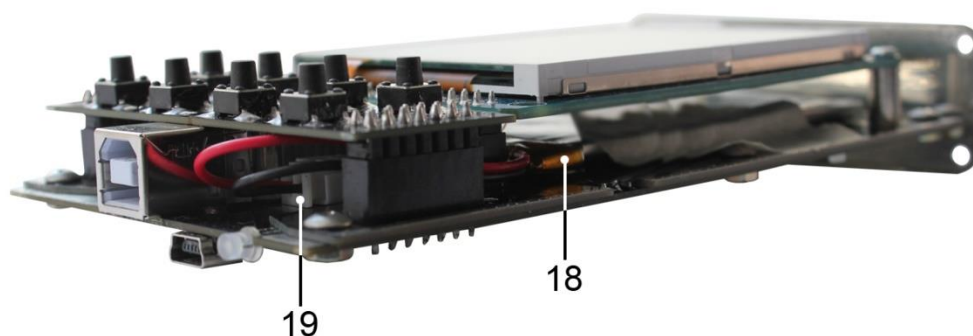

Рисунок 11.3 – Замена аккумулятора
11.3.6. Аккумулятор (18) находится на шасси под модулем экрана и закреплен двухсторонним скотчем. Осторожно отсоедините разъем (19) аккумулятора от разъема, который расположен на печатной плате, под модулем кнопок управления (Рисунок 11.3). Извлеките старый аккумулятор (18) и удалите старый двусторонний скотч, которым он был прикреплен к шасси.